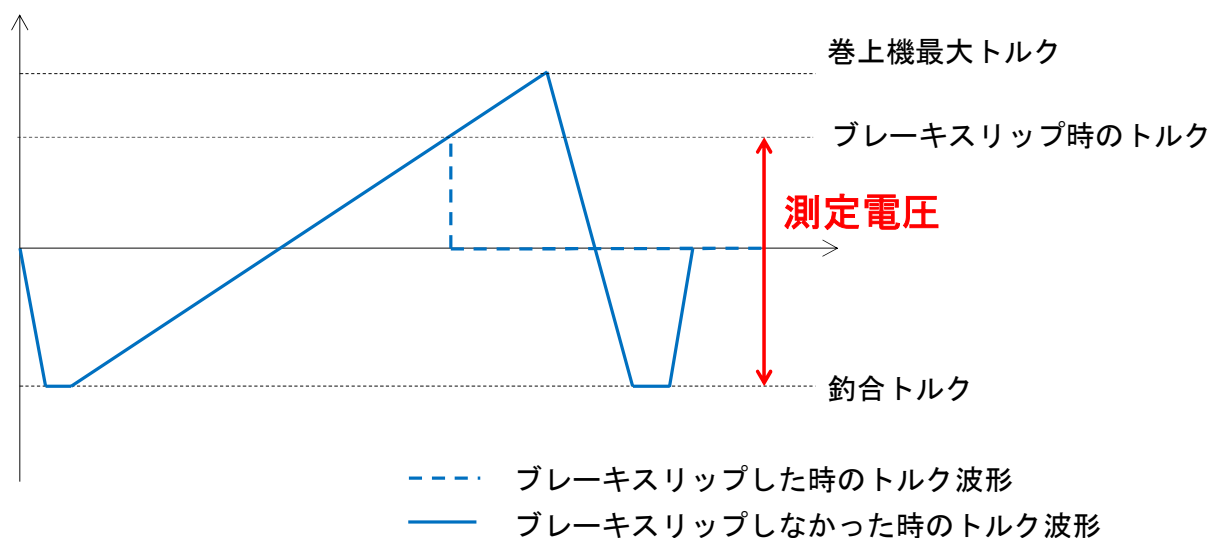

図4-4. ブレーキ制動トルクの測定波形と電圧測定箇所
12. 図4-4に示すブレーキ制動トルクの波形測定を実施して、釣合トルクと、ブレーキスリップ時のトルクまたは巻上機最大トルク、間の波形より電圧測定して、表4を用いてブレーキ1 ブレーキ制動トルクとブレーキ2 ブレーキ制動トルクを計算する。